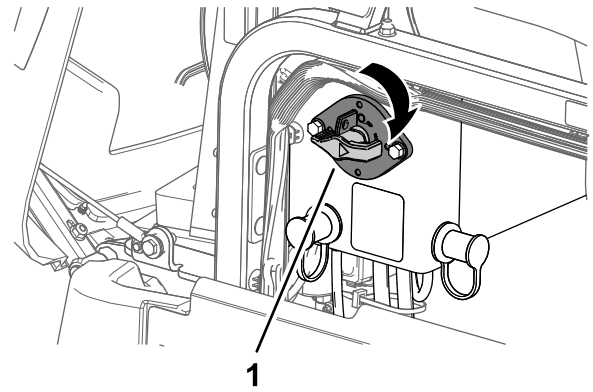

Figura 13
1. Gire el interruptor de desconexión de la batería a la posición de CONECTADO (Figura 13).